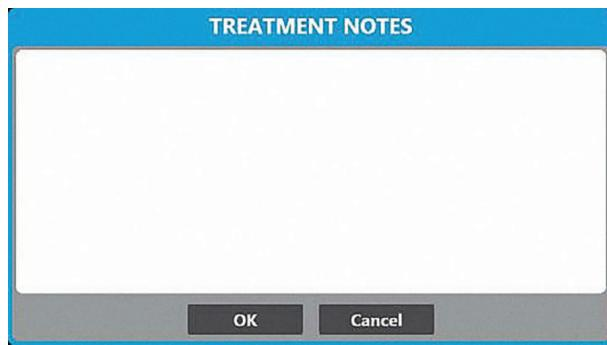

Figura 17. Janela TREATMENT NOTES (Notas de tratamento)
- Prima o botão **TREATMENT NOTES** (Notas de tratamento) no ecrā de Terapia para adicionar observações e outras informações relevantes ao ficheiro de tratamento (Figura 17).